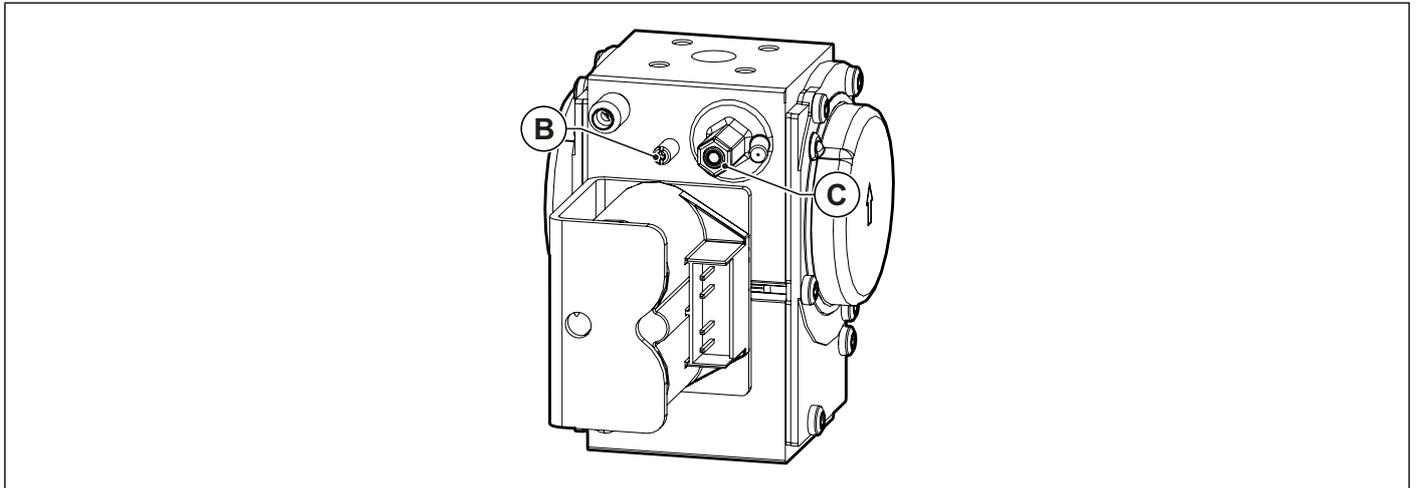

图 35 调整二氧化碳含量
- 旋转比例调节器 b 来调节烟雾中的二氧化碳 (CO₂) 值（请参阅 图 35 调整二氧化碳含量）并确保处于以下范围 表 1 调试数据。
- 转动 C 来调节二氧化碳数值（参见 图 35 调整二氧化碳含量）并确保处于以下范围 表 1 调试数据。